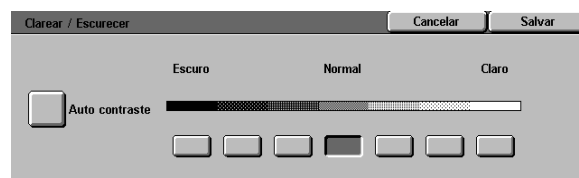

Figura 24: tela Clarear/Escurer
- 1 Toque no ícone **Clarear/Escurer**, na guia Qualidade de imagem, para exibir a tela Clarear/Escurer, conforme ilustrado na Figura 24.